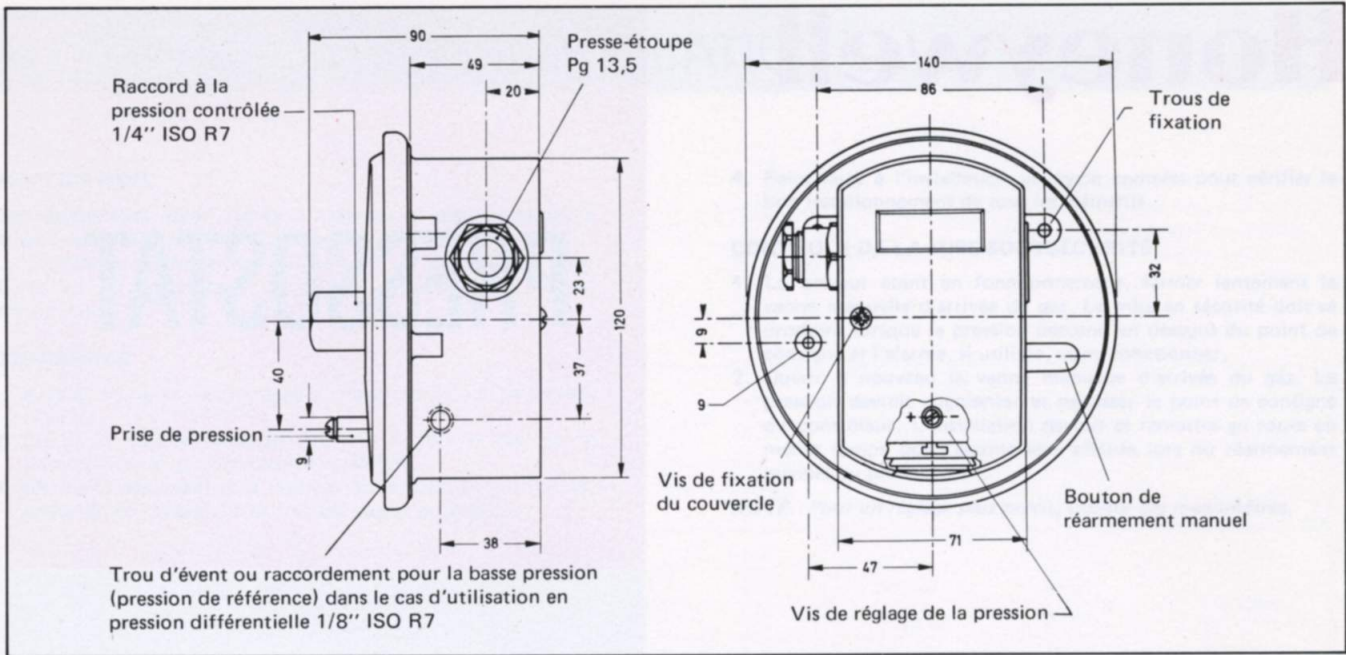

Fig. 1 - Dimensions en mm
Le trou d'évent est de 1/8" ISO R7 femelle. Lorsque l'appareil est utilisé en tant que contrôleur de pression différentielle, la pression la plus basse ou pression de référence devra être raccordée au trou d'évent (fig. 1). Pour l'utilisation des gaz combustibles, il est recommandé de raccorder l'évent à la chambre de combustion.
1. Ajuster le point de consigne à l'aide de la vis de réglage (fig. 1).